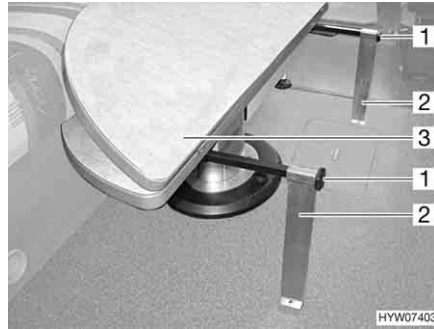

Bild 92 Umbau zum Bettunterbau
- Die Stützschiene (Bild 92,1) bis zum Anschlag herausziehen.
- Die Metallstütze (Bild 92,2) aus den Haltern in der Sitzbank nehmen und auf die Stützschiene schieben (Bild 92).
- Die obere Tischplattenhälfte (Bild 92,3) umklappen und auf den Stützschiene ablegen.
- Die Metallstütze (Bild 92,2) abziehen und in den Haltern in der Sitzbank verstauen.
- Die Stützschiene (Bild 92,1) ganz einschieben.